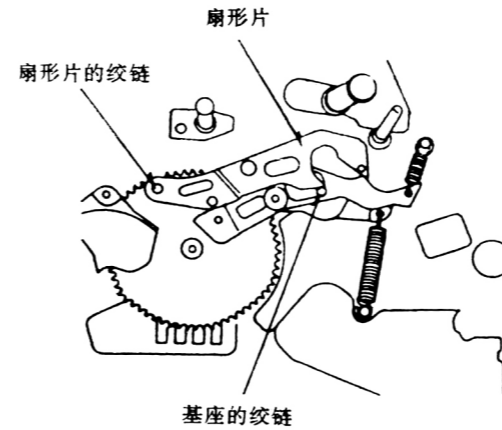

图 1-3-36
1. 安装扇形传动片时, 必须将扇形传动片一端的销, 插入凸轮轴齿轮的沟道中, 另一端的销插入机械基座上, 并用两个弹簧拉紧, 如图 1-3-36 所示。